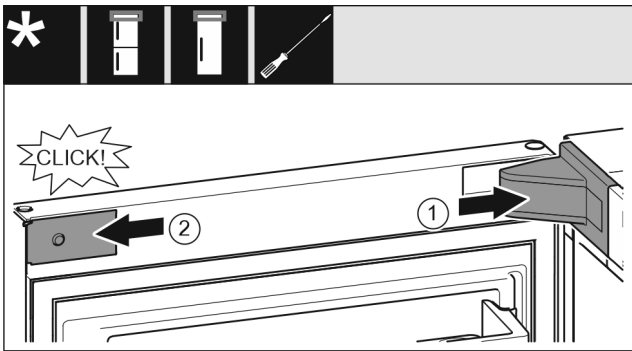

Fig. 25
- Stavite pokrov podloška ležaja Fig. 25 (1) i pustite ga da se uglati, po potrebi ga oprezno razdvojite.
- Postavite masku Fig. 25 (2) bočno i uglatite je.